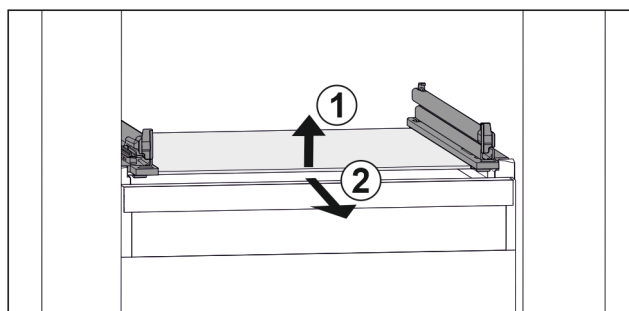

Fig. 111 Vejledende visning af glaspladen
- ▶ Løft glaspladen foran. Fig. 111 (1)
- ▶ Tag glaspladen ud fremefter. Fig. 111 (2)